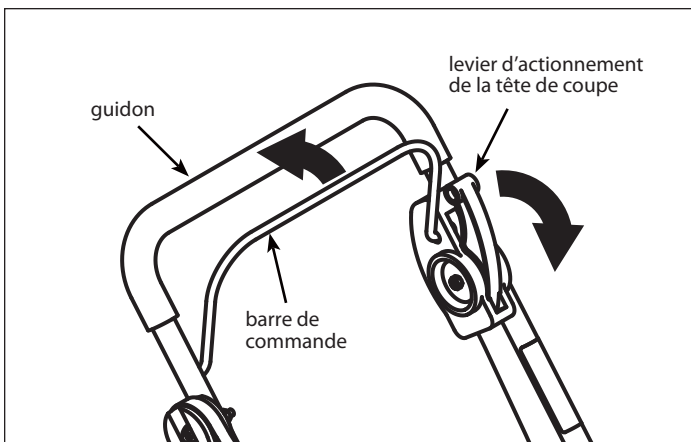

FIGURE 5 : Utiliser du levier d'actionnement de la tête de coupe
1. Pour embrayer la tête de coupe, tenir la barre de commande serrée contre le guidon. Pousser le levier d'actionnement de la tête de coupe vers l'avant pour engager la tête de coupe. Plus le régime du moteur est élevé et plus la tête de coupe tourne vite. **VOIR FIGURE 5.**